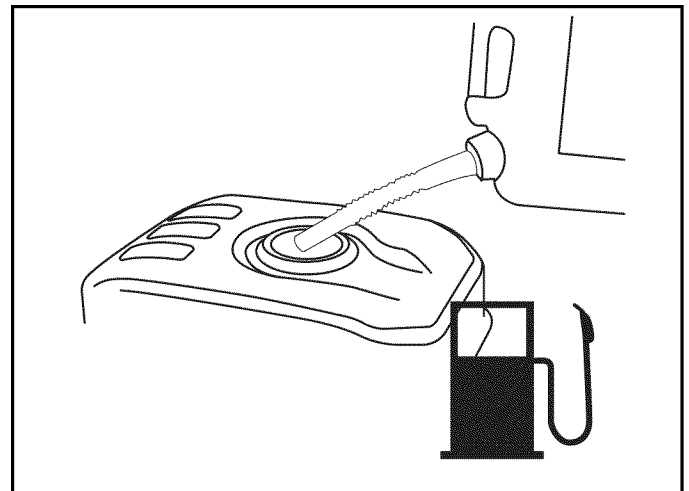

Figura 4-10. Cómo añadir combustible
- Coloque la hidrolavadora en OFF y déjela enfriar dos (2) minutos como mínimo antes de retirar la tapa de combustible. Afloje la tapa lentamente para aliviar presión en el tanque.
2. Añada lentamente combustible normal sin plomo al tanque de combustible. Sea cuidadoso de no llenar en exceso. Llene hasta el fondo de la rejilla del filtro, esto permitirá la expansión de combustible (Figura 4-10).